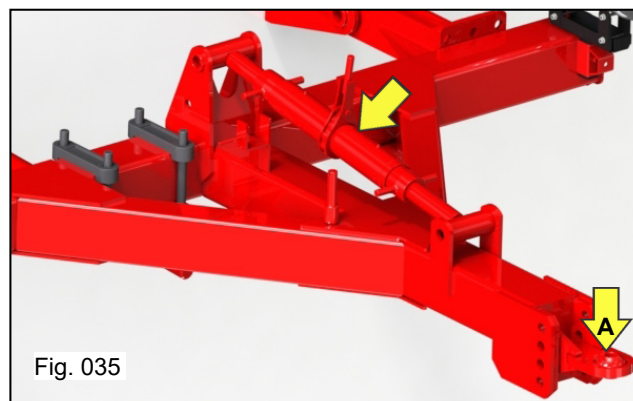
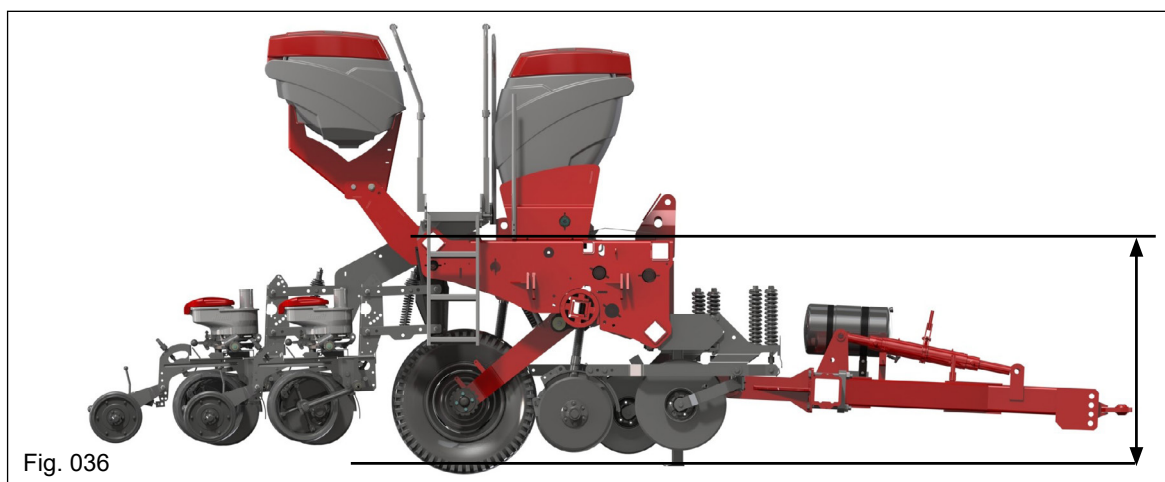

Fig. 035
Fig. 036
b) Através do regulador do cabeçalho (Fig. 035) movimente o extensor até que a lateral do chassi esteja alinhada em relação ao solo (Fig. 036). Quando estende o comprimento do regulador do cabeçalho, a plantadora tende a inclinar para trás, quando encurta o comprimento do regulador do cabeçalho, a plantadora tende a inclinar para frente.
Ao efetuar o nivelamento do implemento utilize também os recursos de acoplamento do engate com rótula, que pode ser acoplado no cabeçalho na posição superior ou inferior “A” (Fig. 035).